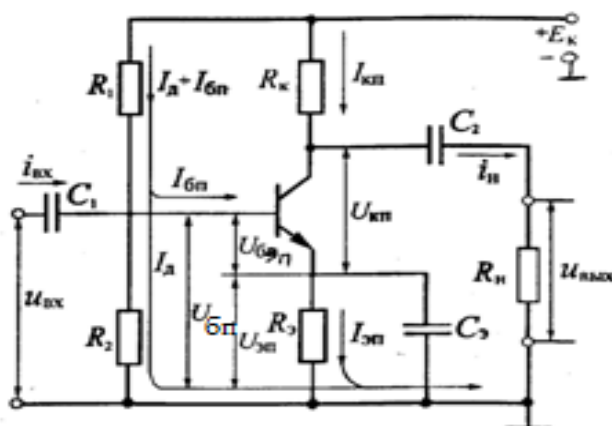

Рисунок 7 – Схема усилительного каскада ОЭ
Напряжение $U_{бп}$ определяется из уравнения (см. рисунок 7).
3.12.12. Рассчитать емкости конденсаторов C_1 , $C_э$, C_2 (см. рисунок 7) из выражений: